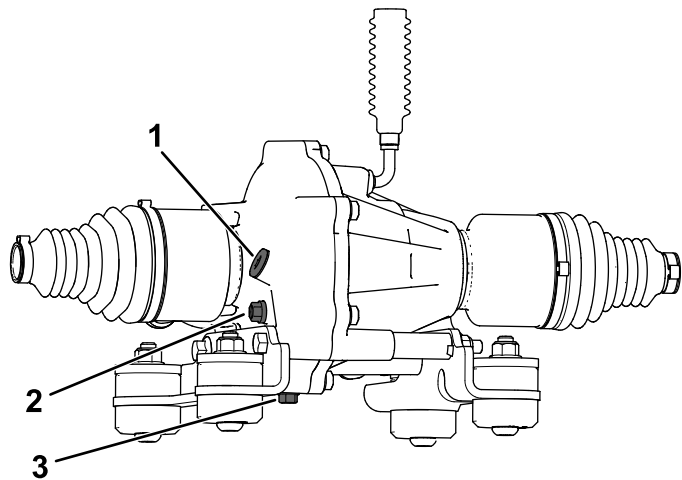

Figura 80
4. Rimuovete il tappo di controllo dal differenziale anteriore (Figura 80).
5. Se il livello dell'olio è basso, potete aggiungere l'olio specificato dall'apertura del tappo di controllo (Figura 80).
4. Allineate una bacinella di spurgo sotto il tappo di spurgo (Figura 80).
5. Togliete il tappo di riempimento (Figura 80).
6. Rimuovete il tappo di spurgo e lasciate che il fluido venga spurgato completamente (Figura 80).